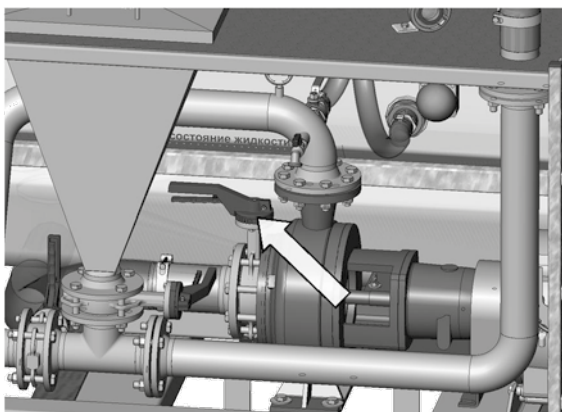

Abb. 23 Absperrklappe am Zulaufschlauch der Pumpe öffnen
5. Absperrklappe am Zulaufschlauch der Pumpe öffnen (Abb. 23).